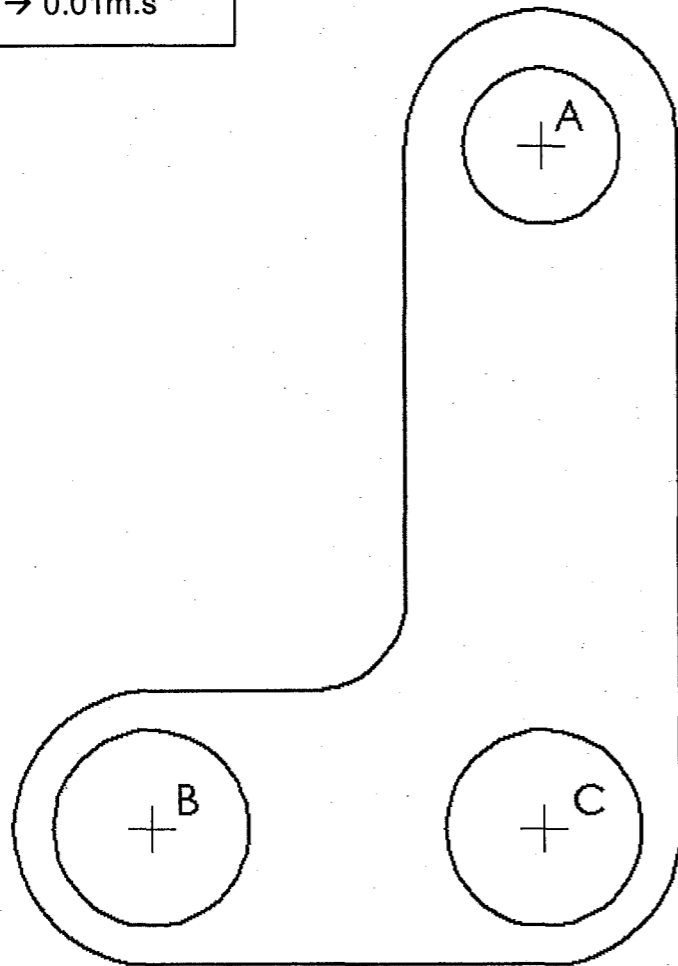

Fig.4
- a) Autour de quel point la bascule repère 3 effectue t-elle sa rotation (voir figure 4 du document DR06) ? (entourer la bonne réponse).
Pour les questions b), c) et d) répondre sur la figure 4 .